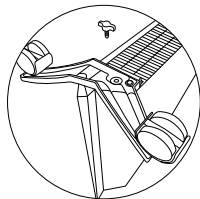

Рис. 8
- приложить планку опорной шасси к месту крепления на конвекторе так, чтобы выпуклая часть планки прилегалась плотно к корпусу конвектора и находилась ближе к его задней стенке, винтовое отверстие должно совпадать (рис. 8);